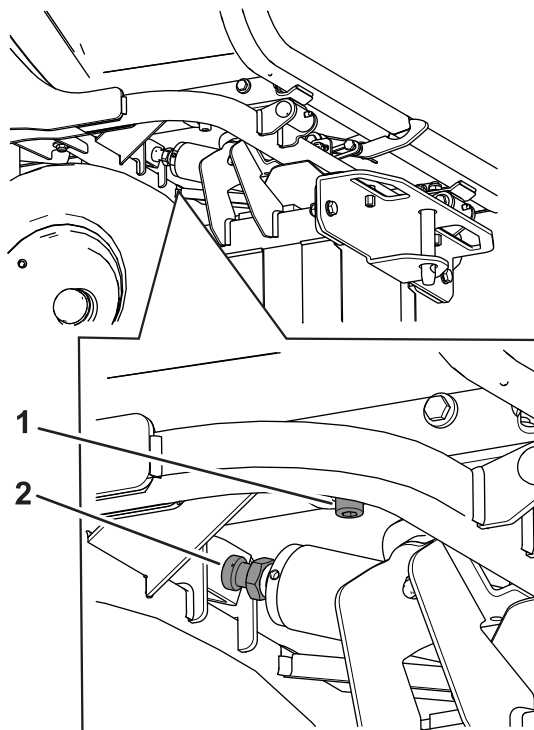

Figura 108
2. Se necessario per ottenere il movimento desiderato della tramoggia, allentate il dado di sicurezza sulla parte posteriore dell'asta del cilindro idraulico (Figura 108).